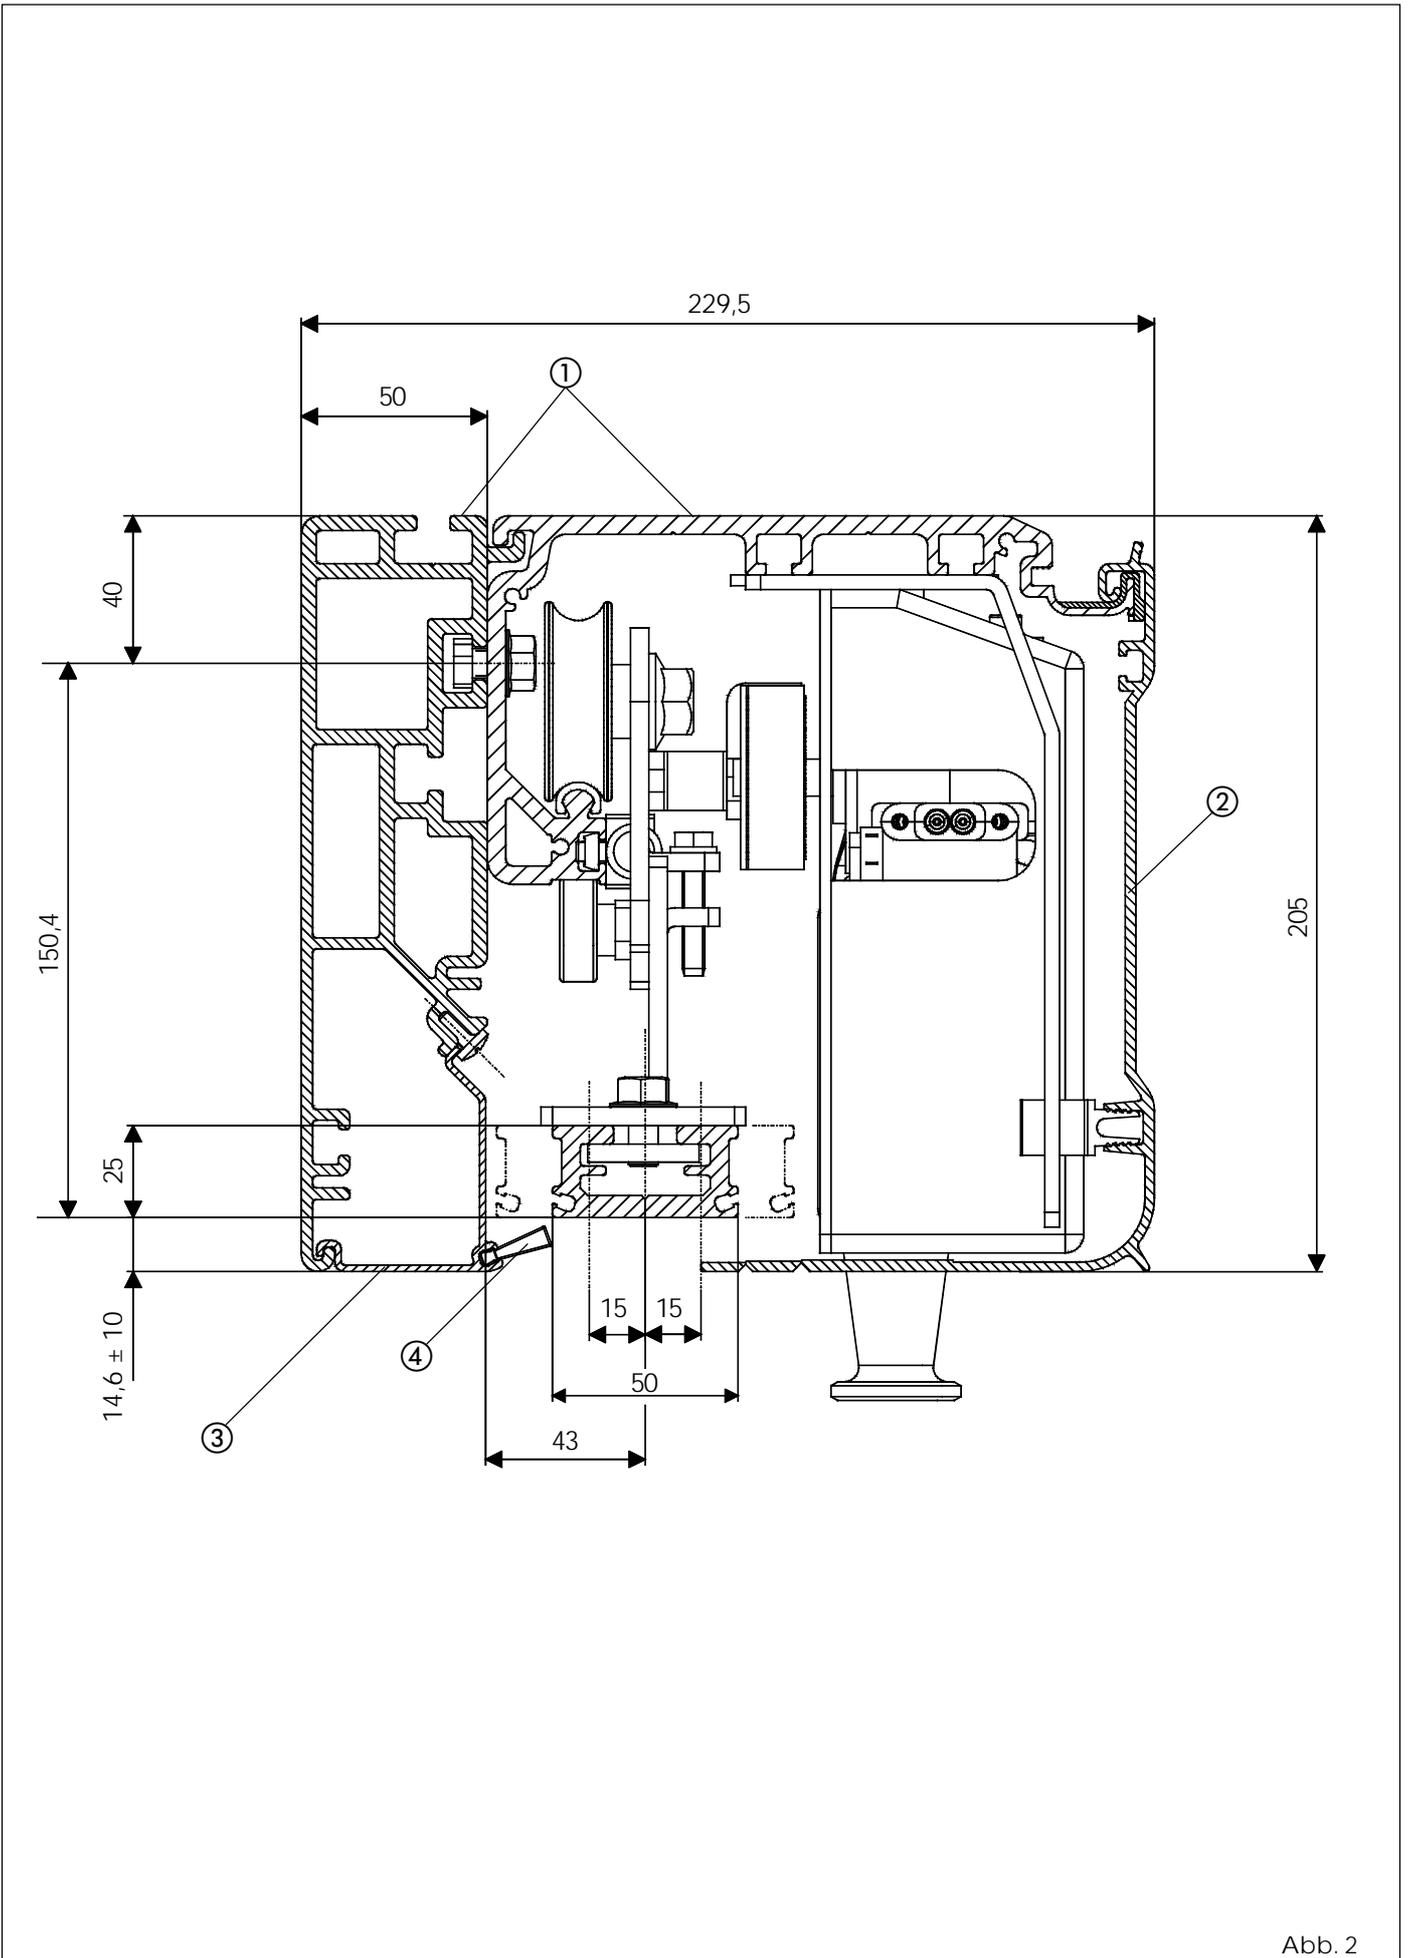

Abb. 2
### SM-Profil (Abb. 2 - Bez. ①)
#### Frontabdeckung (Abb. 2 und 3 - Bez. ②)
#### Bürste für Schließprofile (Abb. 2 und 3 - Bez. ④)